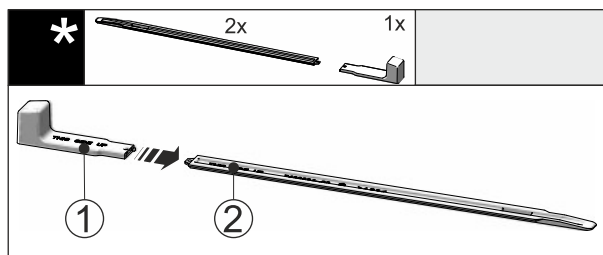

Fig. 45
- ▶ Inserire l'impugnatura di montaggio Fig. 45 (1) sulla guida di livellamento Fig. 45 (2).